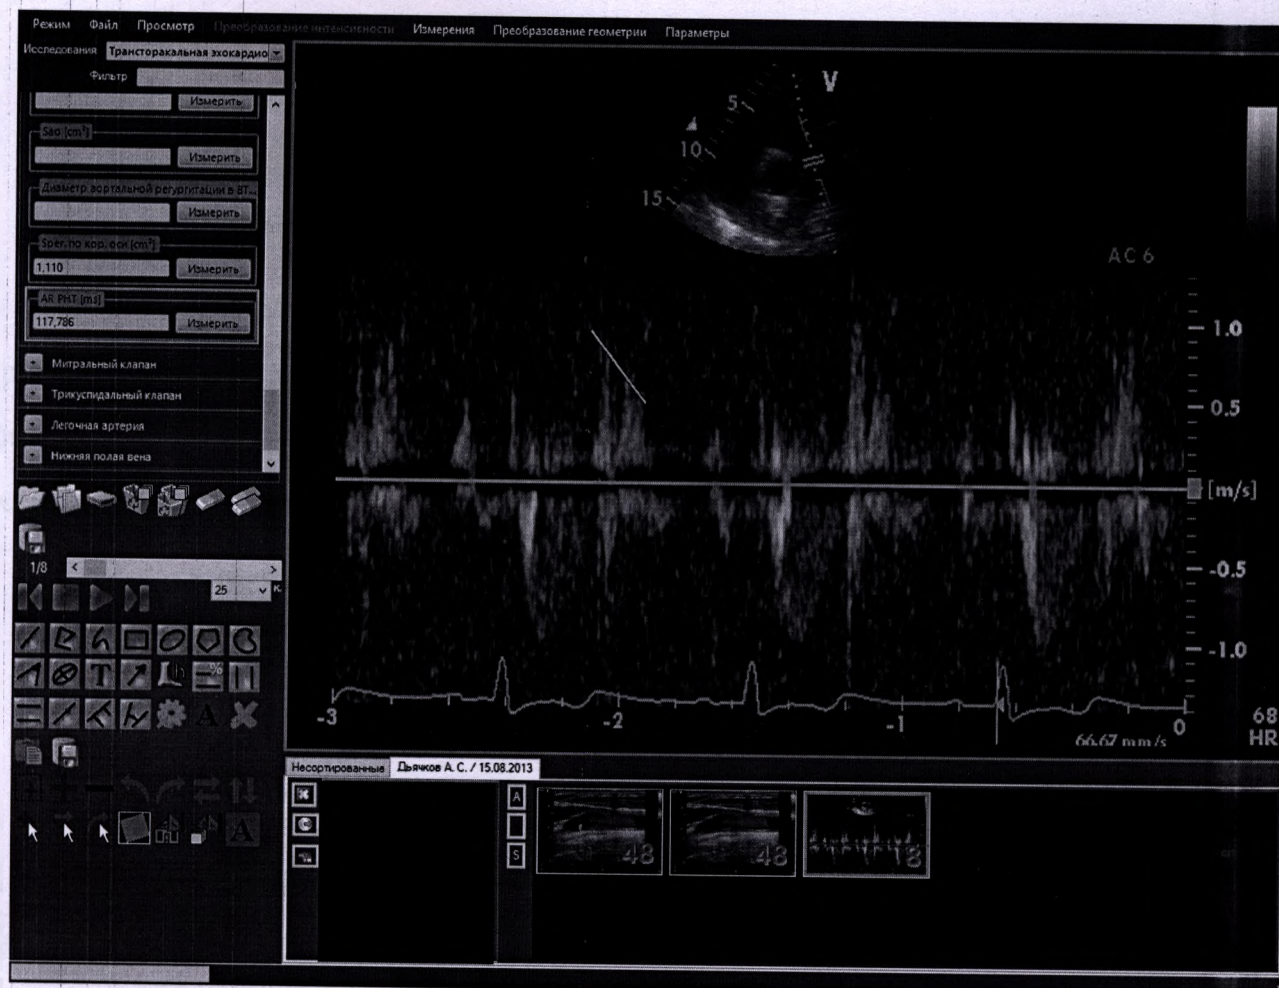

Рисунок 3.21 - Измерение полуспада градиента
- Для измерения полуспада градиента необходимо провести линию на изображении (рисунок 3.21).